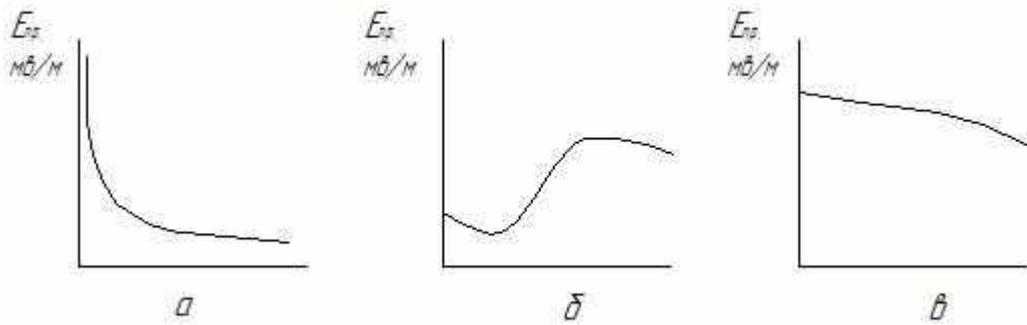

Рис. 1.1
**Вопрос 1.2.** На рис. 1.1 приведены зависимости электрической прочности  $E_{пр}$  трансформаторного масла от ряда факторов. Какой рисунок отражает зависимость  $E_{пр}$  от содержания воды в масле?
1. Рис. 1.1, а.
2. Рис. 1.1, б.
3. Рис. 1.1, в.